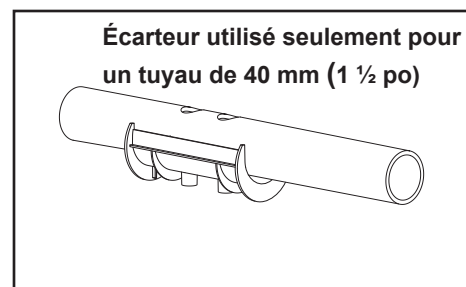

Figure 9. Écarteur de tuyau
9. Utiliser l'écarteur de tuyau tel qu'illustré en cas de montage avec un tuyau de 40 mm (1 ½ po) (Voir Figure 9).